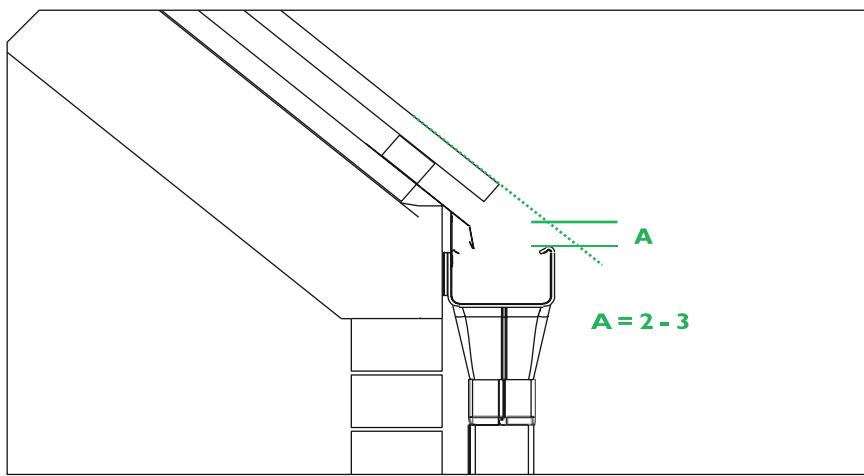

Рисунок 1
- 1.10. Желоб следует выравнивать по отношению к скату кровли – его торцевая часть должна быть на 2–3 сантиметра ниже, чем проекционное продолжение крыши. (рисунок 1)